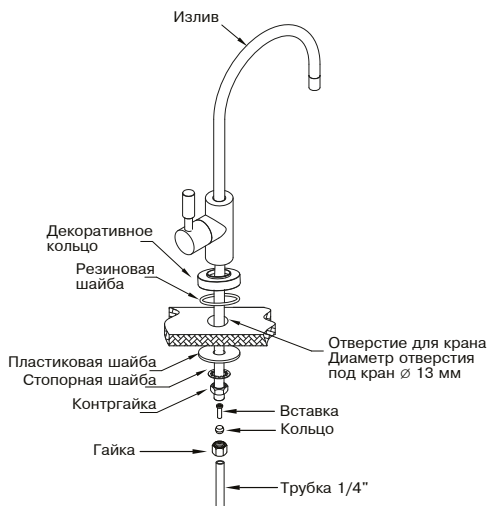
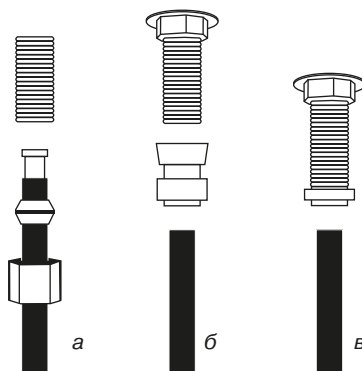

Рис. 8
Рис. 9
Монтаж крана чистой воды производите согласно **рис. 8**. Мы рекомендуем не затягивать гайку (см. **рис. 8**) до завершения монтажа и проверки работоспособности системы, чтобы была возможность убедиться в отсутствии подтекания воды в месте соединения корпуса крана и резьбовой трубки. В комплекте с краном чистой воды может поставляться набор деталей для осуществления соединения с трубкой, либо кран чистой воды может иметь в своем составе быстроразъемный коннектор. На **рис. 9а, б, в** приведены возможные способы подключения синей трубки к крану чистой воды.
17. Убедитесь в отсутствии протечки внизу корпуса крана чистой воды, затяните гайку крана (**рис. 8**).